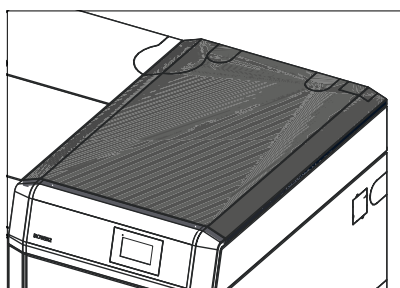

Fig. 120 Verkleidungsdeckel auflegen
- ▶ Verkleidungsdeckel auf Kessel legen – Fig. 120.